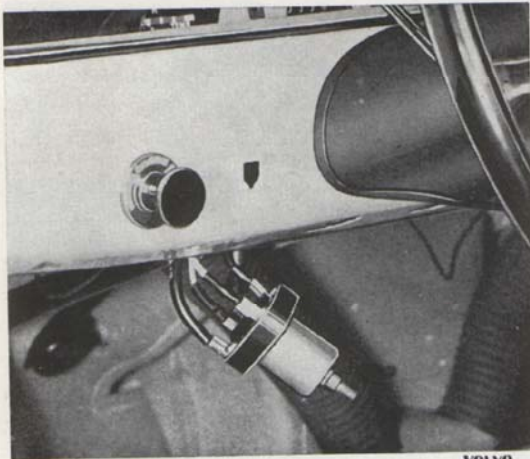

Bild 98. Ljusomkopplaren demonterad.
3. Lyft bort strömställaren genom att först draga den bakåt och sedan nedåt. Se bild 98.